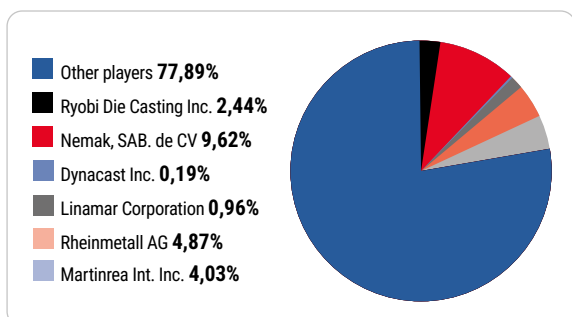

Figura 3 – Principais empresas do segmento de fundição sob pressão (die-casting) [1]
- **Transformador com maior participação no mercado:** 9,62% para Nematik, México (Figura 3);